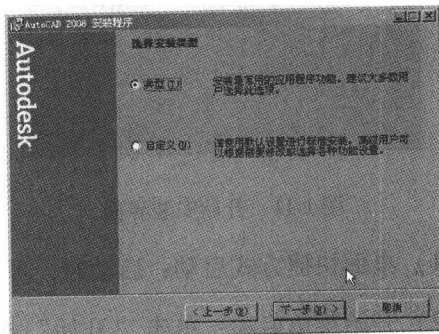

图 1-8 选择安装类型
8) 选择安装类型(见图 1-8)。一般就选择默认的“典型”安装,高级用户或有特别要求的可选择“自定义”安装。选择“典型”单选钮,然后点击“下一步”按钮继续。